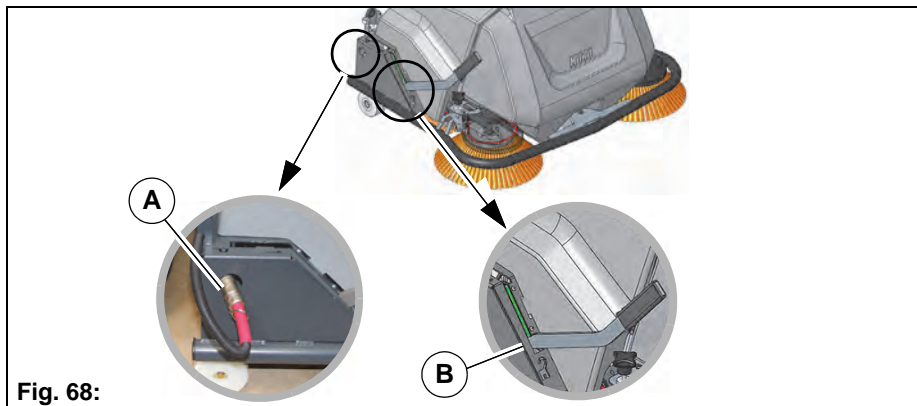

Fig. 68:
1. Trekk ut støpselet fra maskinen og stikk den inn i boringen **Fig. 68-A**.
2. Sett spaken i veksel-/parkeringsposisjon **Fig. 68-B**.